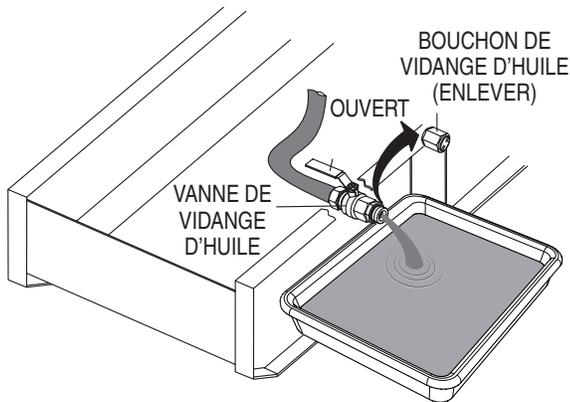

Figure 56. Vidange de l'huile moteur
4. Retirez le **bouchon de vidange d'huile** (Figure 56).
5. Placez le **robinet de vidange d'huile** en position ouverte (Figure 56) et laissez l'huile s'écouler dans un récipient approprié.